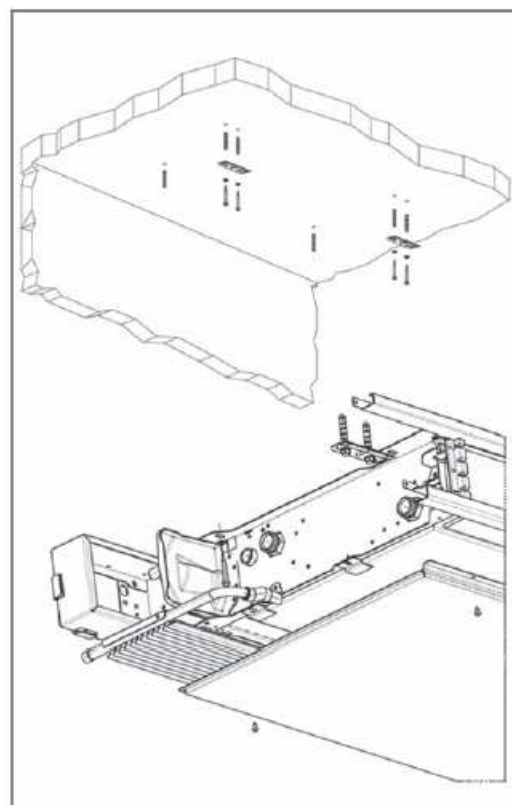

Fig.4
- introduire la machine dans les deux étriers en ayant soin de la maintenir en place jusqu'à l'introduction des deux tasseaux à expansion (deux pour chaque épaule) et fixer définitivement le tout (figure 4)
5. Retirez la cuvette frontale de récolte de la condensation (figure 4).